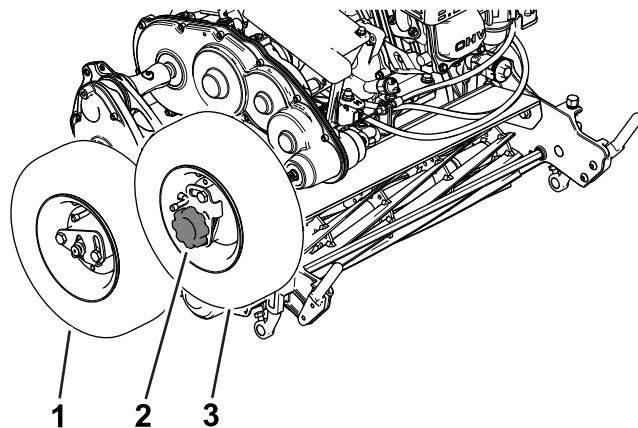

Рисунок 11
- Установите ходовые колеса на вал правого колеса и приводную ступицу; см. Рисунок 11.
- Установите ручку на колесо, находящееся на приводной ступице (Рисунок 11).